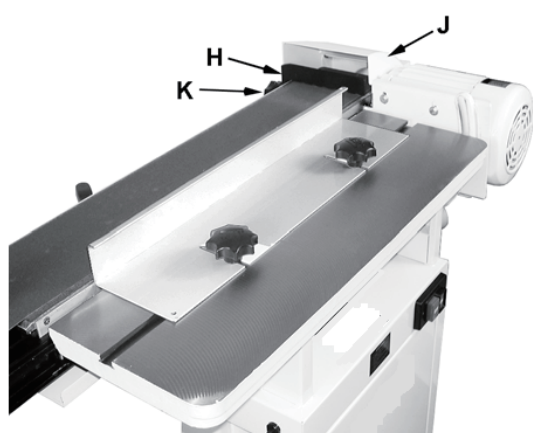
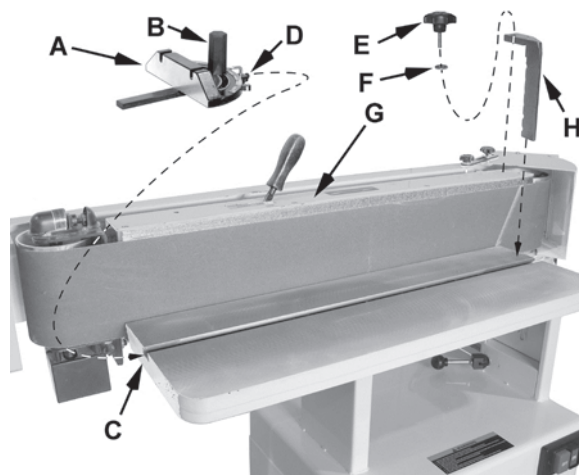

Bild 14
Bild 15
För att använda det bakre stoppet (H) (se bild 14) svänger du bort rullskyddet och spånstosen (J) (se bild 14). Placera därefter det bakre stoppets stift i positioneringshållet och lås med låsvredet (K) (se bild 14) och planbrickan (5/16").
OBS! Detta visas tydligare i bild 15. Därefter sätter du tillbaka rullskyddet och spånstosen (J) (se bild 14) i korrekt läge (se bilden).
Se bild 15: